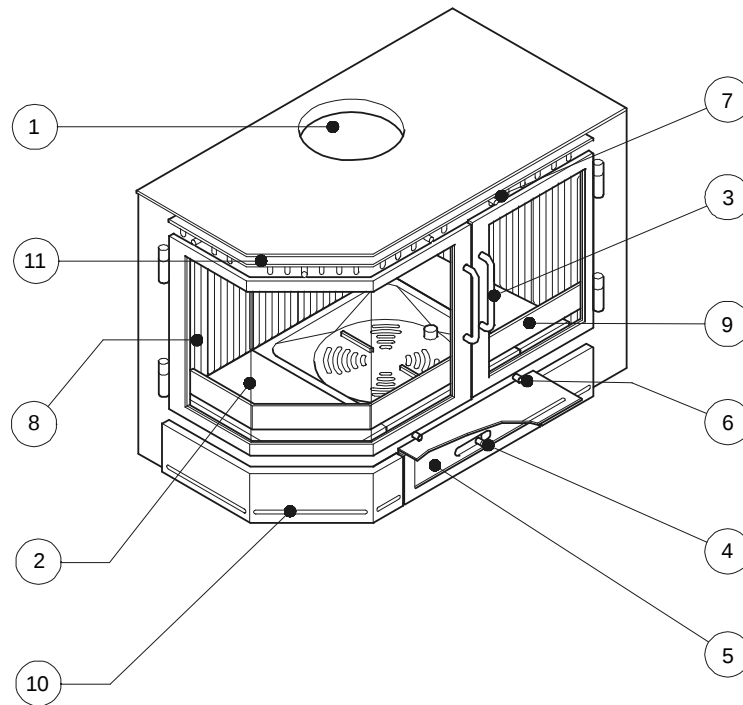

Abbildung 1: Bedienung
6.2. ANZÜNDEN (Abbildung 1, 2 und 3)